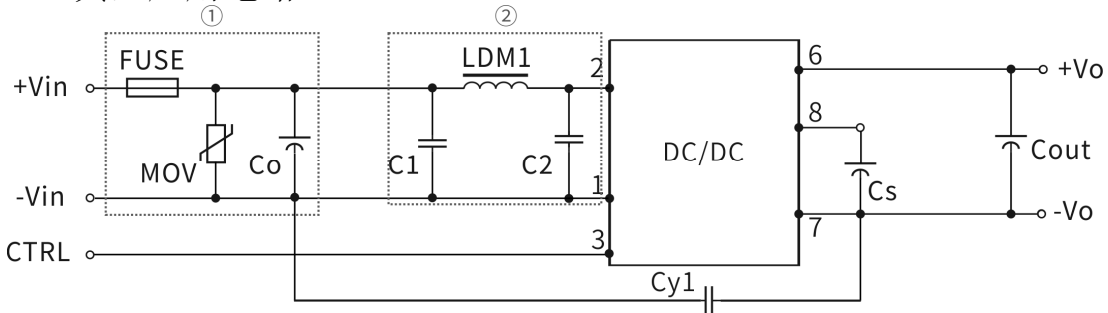

图 3
注：图 3 中第①部分用于 EMS 测试；第②部分用于 EMI 滤波，可依据需求选择；